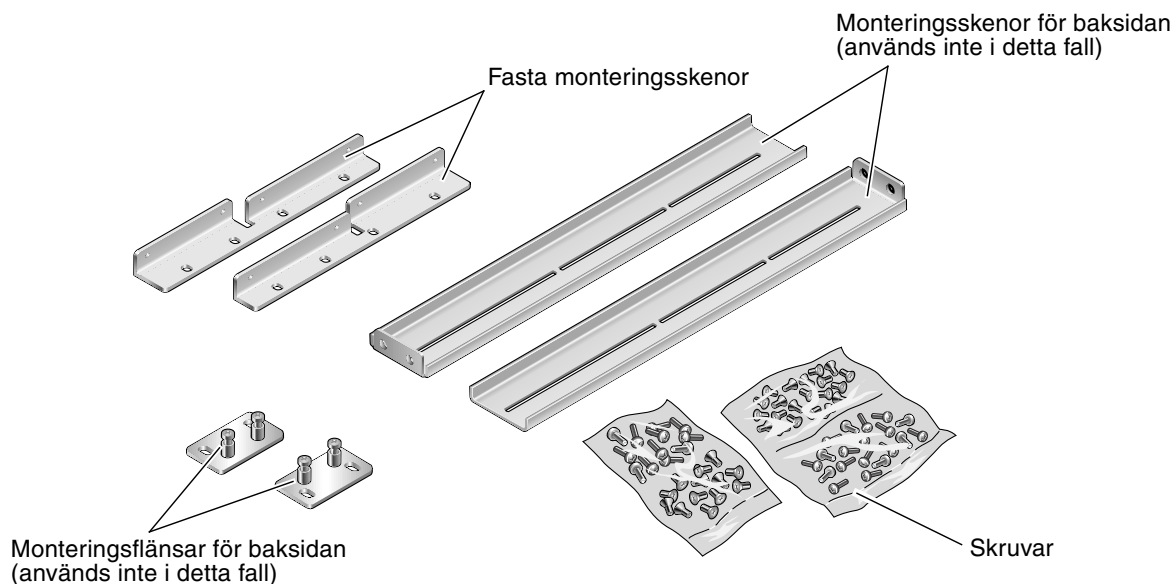

BILD 3-26 Innehåll i paketet för 19-tums 4-bensrack
1. Ta fram sidoskenorna från rackpaketet (BILD 3-26).